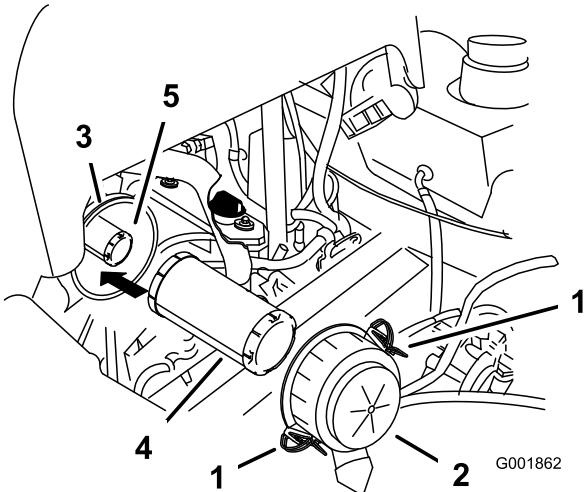

Figure 40
4. Ouvrez les dispositifs de verrouillage du filtre et ôtez le couvercle du corps du filtre (Figure 40).
6. Sortez l'élément principal du corps du filtre avec précaution (Figure 40). Évitez de cogner l'élément à l'intérieur du corps.
1. Ne nettoyez pas l'élément en papier. Remplacez-le toutes les 200 heures de fonctionnement (Figure 40).
- Si vous remplacez l'élément de sécurité, insérez-le avec précaution dans le corps du filtre (Figure 40).
- Placez ensuite l'élément principal sur l'élément de sécurité avec le même soin (Figure 40). Assurez-vous qu'il est bien engagé en appuyant sur le rebord extérieur.
- Reposez le couvercle du filtre à air, le côté portant l'inscription "UP" en haut, et fermez les dispositifs de verrouillage (Figure 40).